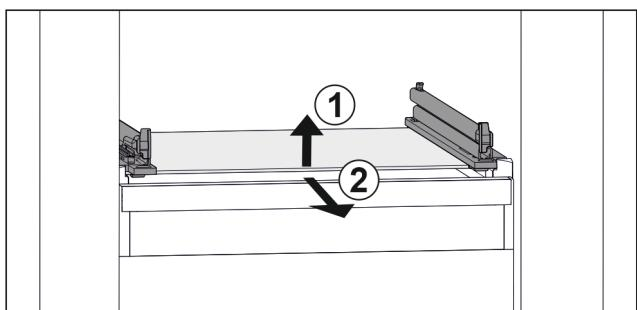

Fig. 139 Примерно изображение на стъклена плоча
- Повдигнете стъклена плоча отпред. Fig. 139 (1)
- Извадете стъклена плоча напред. Fig. 139 (2)